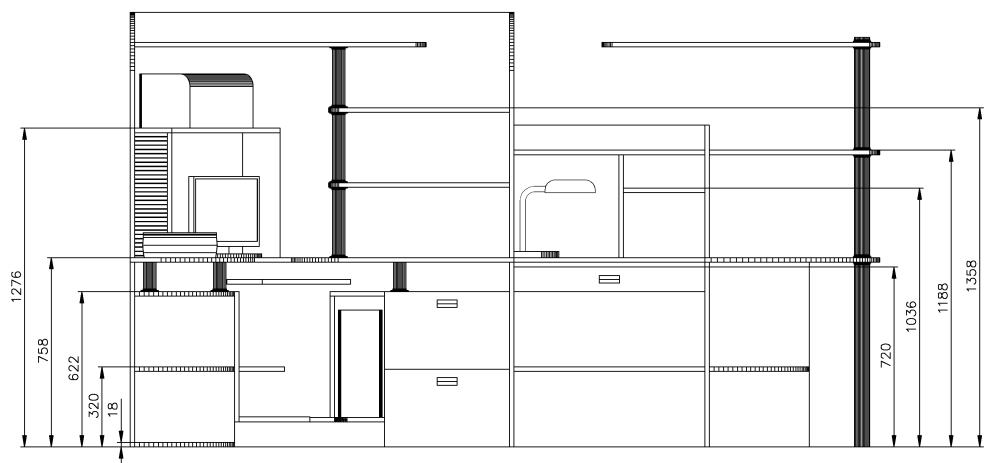

Рис. 8.1 ▼ Основные высоты чертежа рабочей зоны на виде спереди
В соответствии с требованиями стандартов, вид спереди (он же – главный вид), чертится под видом сверху. Такое расположение продиктовано не только и не столько соображениями эстетики, сколько здравым смыслом: чертеж, на котором вид спереди находится строго под видом сверху не только легче воспринимать, но и легче создавать. Последнее объясняется тем, что для получения элементов чертежа главного вида можно использовать вертикальные линии, проходящие из характерных точек чертежа вида сверху до пересечения с горизонтальными линиями основных высот (рис. 8.1).
- Руководствуясь рис. 8.1, сместите базовую линию несколько раз вверх (на 18, 320, 622, 720, 758, 1036, 1188, 1276 и 1358 мм), перед каждым запуском команды **Подобие** (OFFSET) устанавливая соответствующую величину смещения.